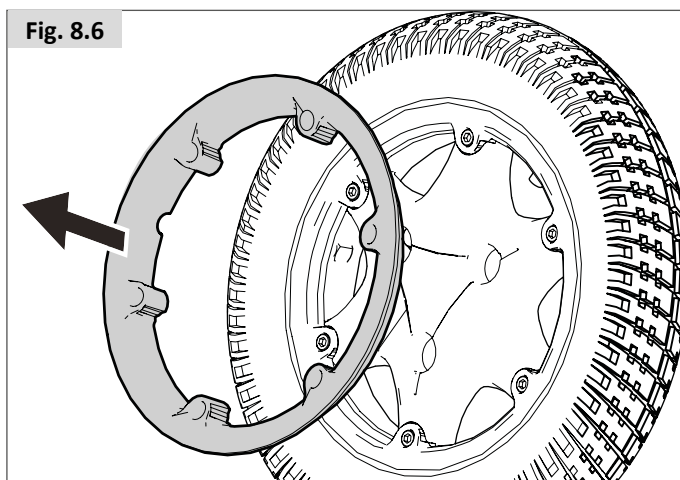

Fig. 8.2
Se bilder (Fig. 8.2 - 8.10).
- Bruk en 16 mm AF-pipenøkkel til å skru opp de tre hjulmutrene (Fig. 8.2).